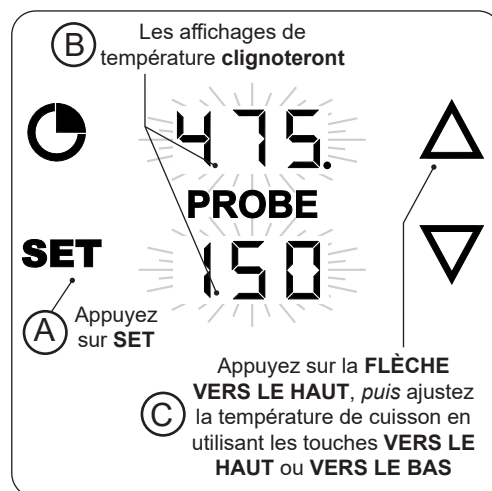

Fig. 38-3 Réglez température cuisson
1. Avec le thermomètre/thermostat **allumé**, appuyez une fois sur le bouton **SET**. Les affichages de la température de cuisson et de la sonde clignoteront. (Pendant le clignotement, n'importe quelle zone peut être sélectionnée pour entrer dans ses réglages.) Voir Fig. 38-3, A et B.
2. Appuyez sur la **FLÈCHE VERS LE HAUT** pour sélectionner les paramètres de la température de cuisson, puis utilisez les flèches vers le haut ou vers le bas pour régler la température souhaitée. (Fig. 38-3, C).